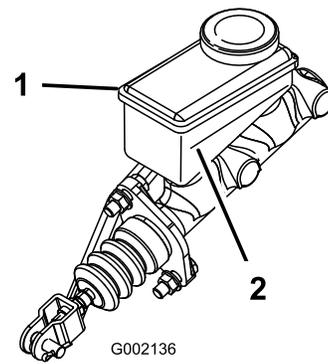

Bild 54
- Drehen Sie die sekundäre Kupplung (Bild 54), um zu testen, ob Sie sich ungehindert in der NEUTRAL-Stellung dreht.
- Drehen Sie die sekundäre Kupplung (Bild 54), um zu sehen, ob sie die Hinterräder dreht.
2. Lesen Sie den Flüssigkeitsstand am Stutzen an der Seite des Behälters ab (Bild 54).
- B. Füllen Sie DOT 3-Bremsflüssigkeit in den Behälter, bis der Füllstand über der Minimum-Markierung liegt (Bild 54).